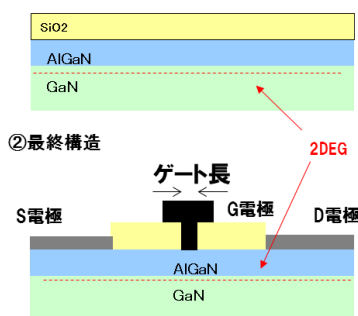

Fig.1 Device structure and process
まず、Fig. 1 に今回用いたデバイス構造とそのプロセスを簡単に説明する。
次に、Fig. 1②に示すように S, D 電極、EB 露光によるパターニングを経て、最終構造を完成させた。